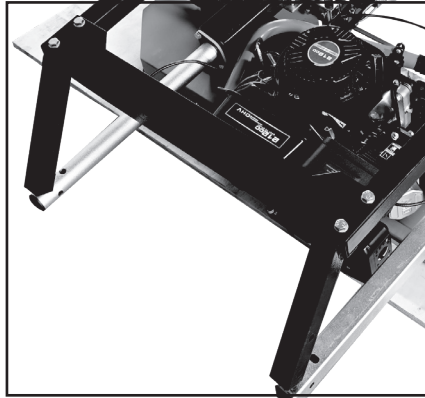

Fig. 25
Étape 15 : Installez la poutre transversale du chariot arrière. Placez la poutre transversale du chariot arrière sur les supports verticaux de la base du chariot (fig. 25). Alignez les quatre trous de boulon et insérez les quatre boulons M10x65, les quatre rondelles de blocage M10, les huit rondelles plates M10 et les quatre écrous hexagonaux M10. Ne serrez pas les dispositifs de fixation complètement.